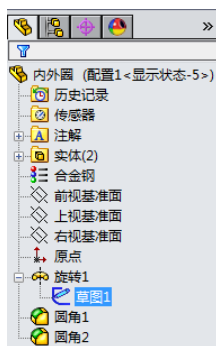
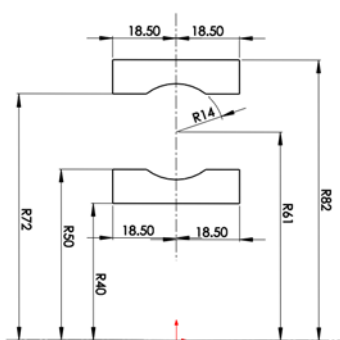
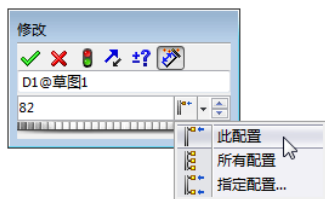

图 13-78 选择草图
图 13-79 “配置 1”的草图编辑
图 13-80 设定尺寸应用范围
- 04 转到特征管理器，选择“旋转 1”特征的草图，如图 13-78 所示。编辑该草图，修改的尺寸如图 13-79 所示。注意在【修改尺寸】对话框，选择新尺寸的应用范围为【此配置】，如图 13-80 所示。
前面步骤为内外圈创建了两个新配置，一个配置更改了滚槽中心的位置（如图 13-79 所示的尺寸 61），另一个配置更改了滚槽半径（如图 13-82 所示的尺寸 16），因此与之配套的保持架也需要创建两个新配置。